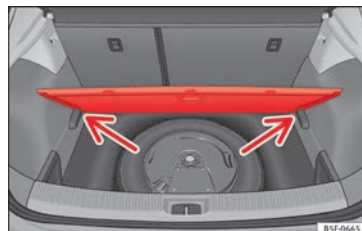

Abb. 179 Gepäckraum: variabler Gepäckraumboden
- Legen Sie den Gepäckraumboden auf die dafür vorgesehenen Aufnahmen »» **Abb. 179** (Pfeile).